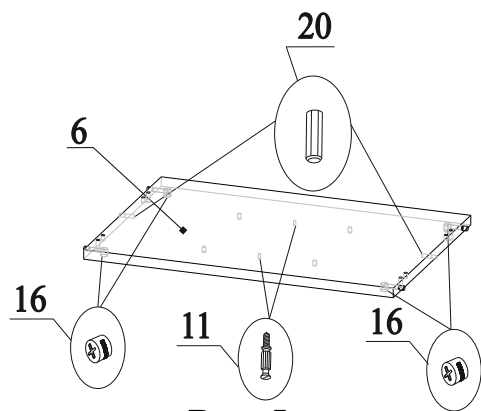

Рис.5
9. В отверстия на детали 6 вставить эксцентрики 16 стрелками к торцевым отверстиям (рис.5);
10. В торцы детали 6 вставить шканты 20 (рис.5);
11. В отверстия на детали 6 вкрутить дюбеля 11 (рис.5);